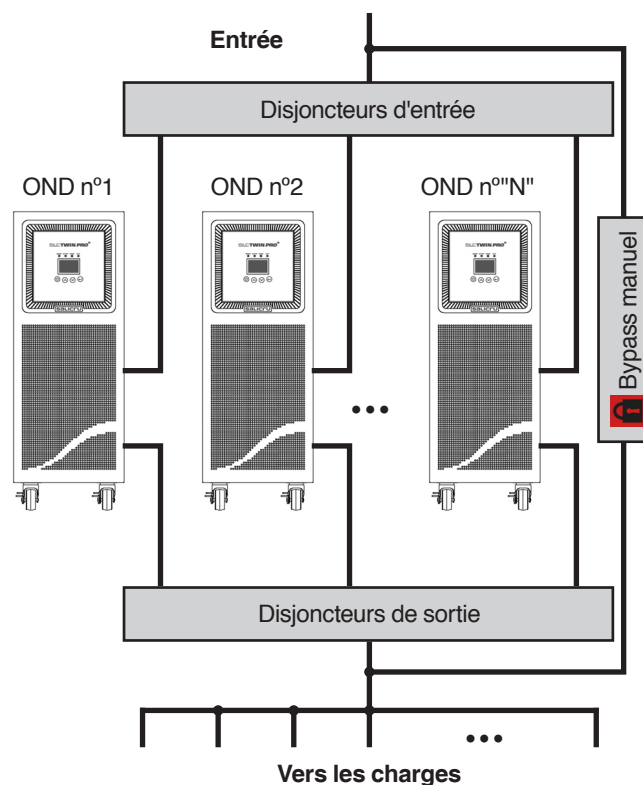

Fig. 12. Installation en parallèle OND's TWIN PRO et TWIN/3 PRO jusqu'à 10 kVA, avec tableau de protections et bypass manuel.
- Il faut doter à l'installation d'un tableau électrique pourvue des protections individuelles d'entrée, sortie et bypass statique (ce dernier seulement en version **TWIN/3 PRO** > 10 kVA), en plus d'un bypass manuel avec blocage mécanique, voir des figures 12 et 13.